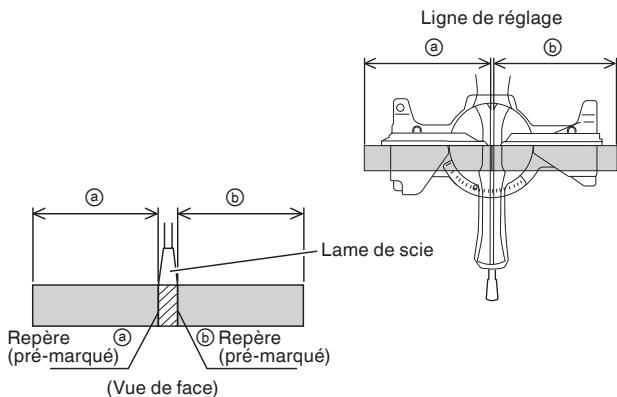

Fig. 24
(1) Comme indiqué à la Fig. 24, la largeur de la lame est la largeur de coupe. En conséquence, glisser la pièce vers la droite (vue de la position de l'opérateur) pour obtenir la longueur **b**, et sur la gauche pour obtenir la longueur **a**.